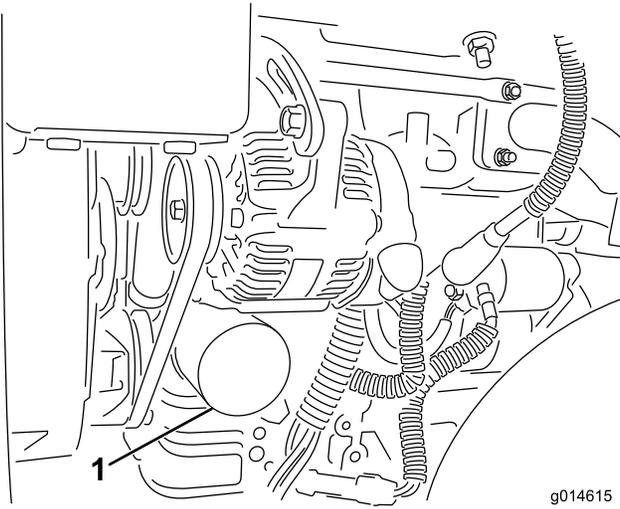

图 37
2. 拆下机油滤芯 图 37。在新的滤芯垫片上涂上薄薄一层干净油。